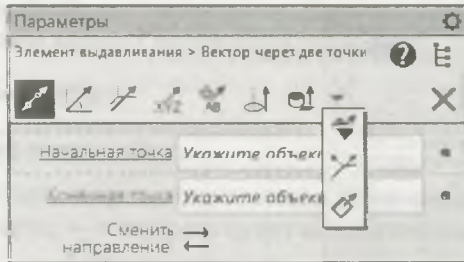

Рис. 20.15. Панель Параметры: Элемент выдавливания > Вектор через две точки
При выполнении некоторых команд объекты направления, например оси, можно задать с помощью вектора. В *уроке 19* вы создавали модель операцией выдавливания. Вернемся к построению такой модели. После вызова команды **Элемент выдавливания** на панели **Параметры** с правой стороны поля **Направляющий объект** имеется кнопка — **Построить вектор** (см. рис. 19.10). После ее нажатия запускается процесс построения вектора и в области **Заголовка** (рис. 20.15) появляются следующие кнопки для вызова команд построения вектора:
- ◆ укажите ЛК мыши первый точечный объект в **Дереве** модели или в графической области — наименование выбранного точечного объекта отобразится в поле **Начальная точка** на панели **Параметры** (см. рис. 20.15);